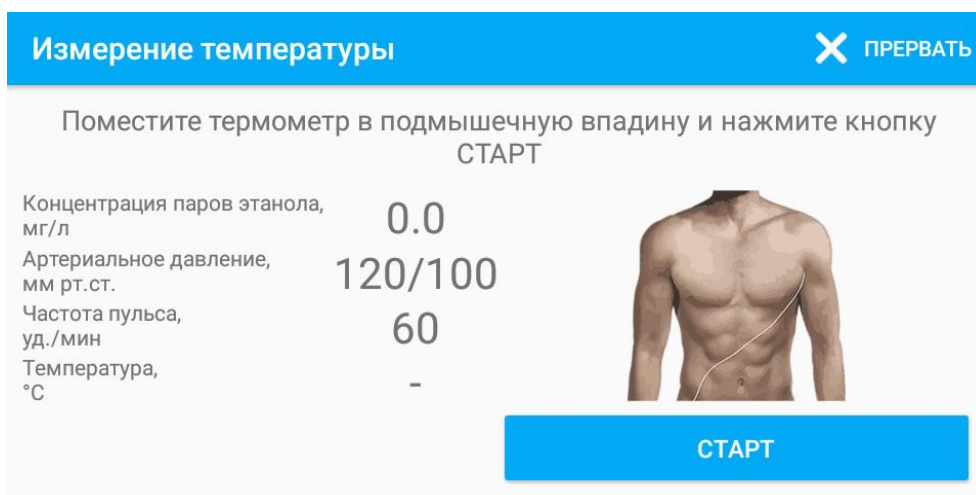

Рисунок 30 - Подготовка к измерению температуры МТК
4. Расположить датчик МТК в подмышечной области в соответствии с рекомендациями, представленными на экране (рисунок 30) так, чтобы измерительная часть со всех сторон плотно соприкасалась с телом (прижать плечо к грудной клетке).